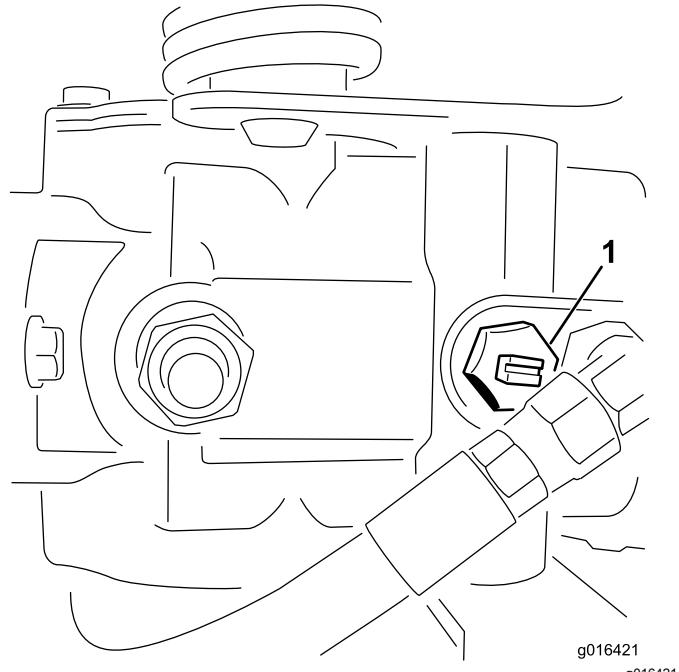

Figure 33
1. Localisez la vanne de dérivation sur la pompe et tournez-la jusqu'à ce que la fente soit verticale (Figure 33).
2. Avant de mettre le moteur en marche, fermez la vanne de dérivation (fente horizontale) (Figure 33).